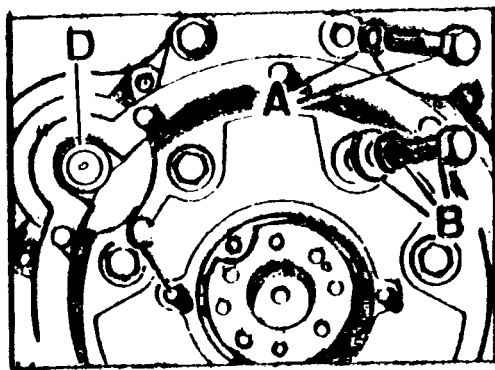
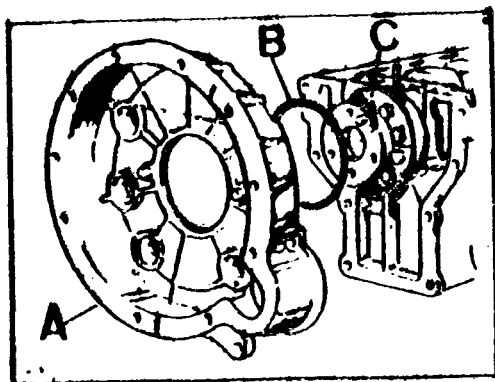

Fig. A3-82A Elementos de fijación del cárter del volante
Fig. A3-83A Extracción del cárter del volante y anillo tórico
- 1.7. Desconectar los cables de alimentación del motor de arranque, quitar los tornillos, A y B (Fig. A3-82A) que fijan el cárter del volante al bloque y extraer dicho cárter en unión del motor de arranque.
- 1.8. Desmontar el motor de arranque, D (Fig. A3-82A) y el anillo tórico, B (Fig. A3-83A).
- 3.1. Instalar sobre el cáster, A (Fig. A3-83A) un anillo tórico, B, con grasa para mantenerlo en posición.
- 3.3. Montar el cárter del volante sobre el bloque, fijándolo con sus tornillos, A y B (Fig. A3-82A) a una tensión de 3,50 á 4,25.